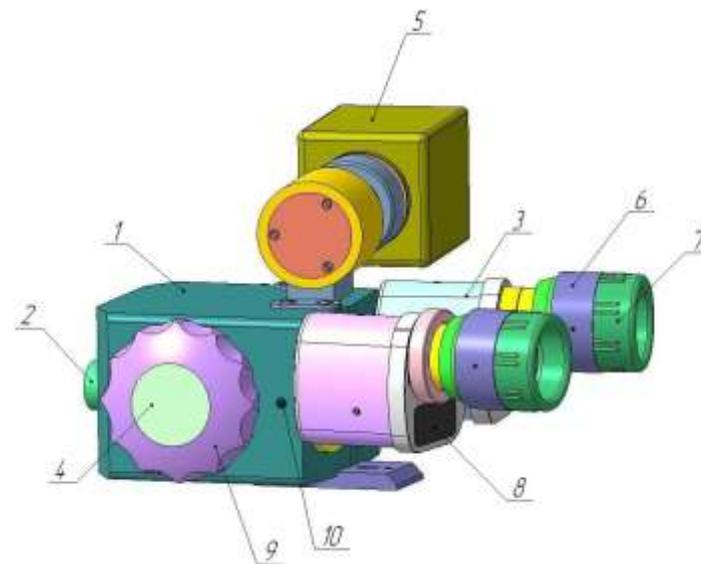

Рисунок 2 – Стереомикроскоп
1.4.1 Стереомикроскоп щелевой лампы предназначен для стереоскопического (объемного) наблюдения объекта исследования (глаза) и состоит из следующих основных частей (рисунок 2):